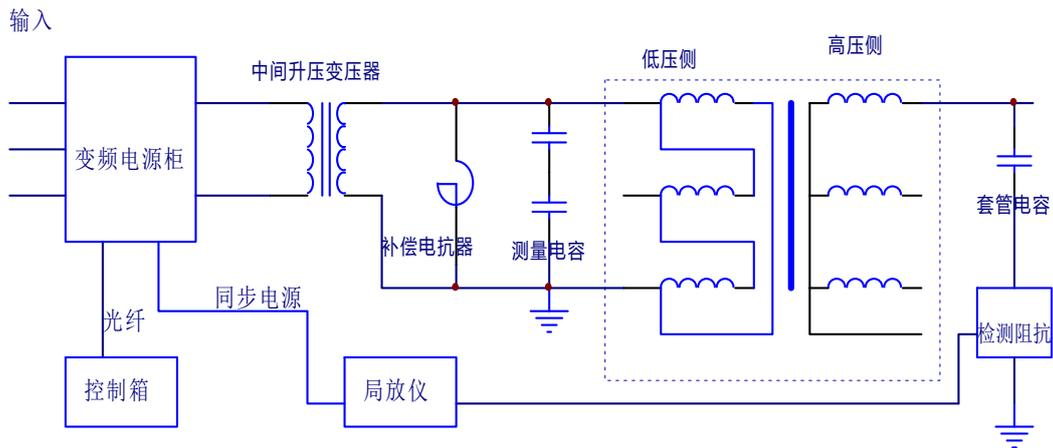

图 31 型变频电源装置进行局部放电试验接线图
9.1.1 按照图 31 方式接好试验回路，确认无误后方可进行试验。先不接上被试品(包括补偿电抗器)进行空载升压试验，此过程可以校准试验电压，试验电压可以在测量电容上获取。接上被试品后，试验过程中，预先将频率调节至 150Hz。合闸后，升压至 20V 左右。然后调节频率，观察输出电流的变化。先启动“频率粗调”，当输出电流减小，就表明频率调节的方向正确；按照这个方向调节，在接近试验频率时，可以启动“频率细调”。直至电流最小，此时的频率就是试验频率（一般的，试验频率不要低于 100Hz）。然后升压到试验电压，在升压过程中要注意试验电流的变化，防止电流激增。适当时，可以微调频率。
9.1.2 在试验过程中，进行调频时，当输出电流没有明显变化。可以采取将试验频率设为 130~150Hz。或者在被试品的低压端添加补偿电抗器（图 31 所示），此时试验频率可能会高于 150Hz。